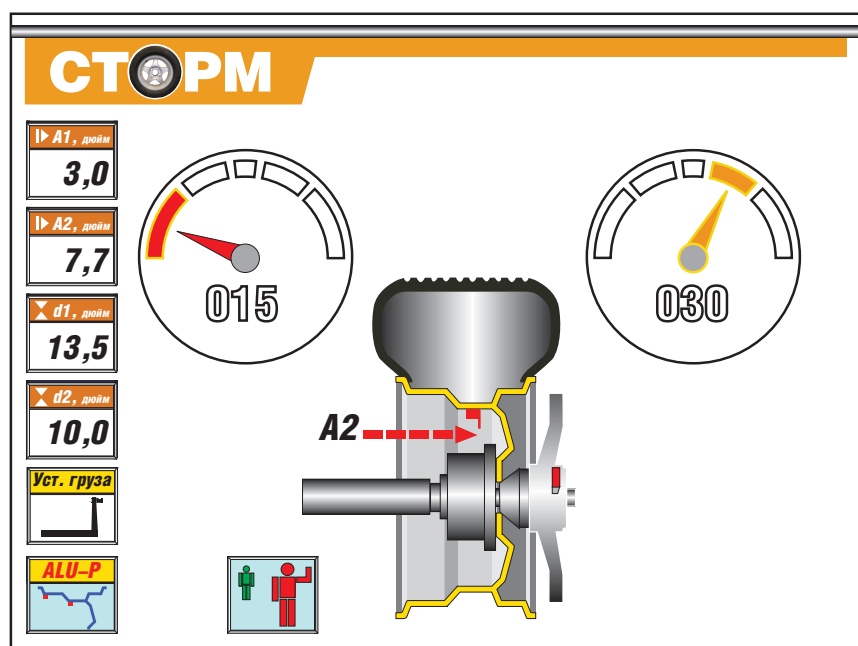

рис. 13.2
13.5. Нажмите кнопку на зажиме рукоятки, отодвиньте зажим от установленного груза и верните штангу в исходное положение (кнопка зажима должна лежать в углублении верхней пластмассовой крышки МБ). Колесо автоматически приведет в положение установки груза по другой плоскости, а изображение на экране изменится (рис. 13.2).